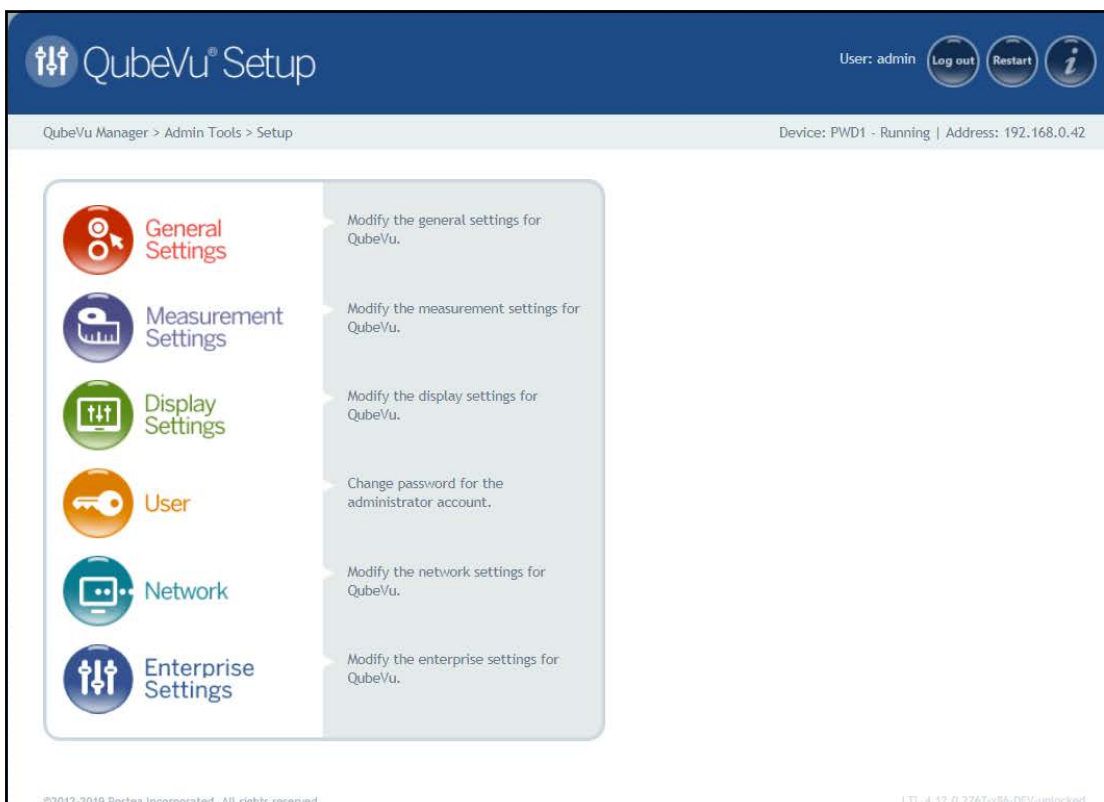

Figure 3-1. Menu Setup (Configuration)
- Appuyez sur  **General Settings** dans le menu **Setup** (Configuration) (Figure 3-1, page 12) pour accéder au menu **General Settings** (Réglages généraux).
4. Sélectionnez  **Measurement Settings** dans le menu **Setup** (Configuration) (Figure 3-1, page 12) pour accéder au menu **Measurement Settings** (Paramètres de mesure).